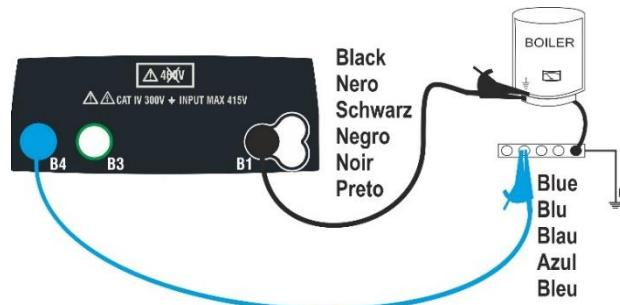
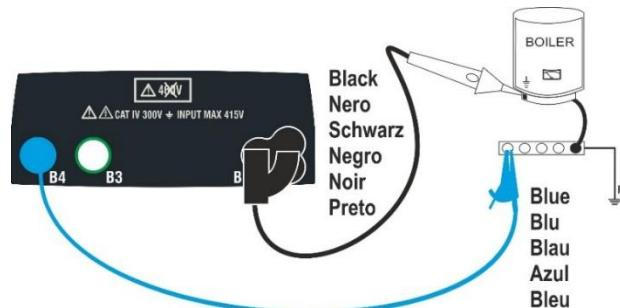

Fig. 8: Kontinuitetstest ved hjælp af prøveledninger
Fig. 9 Kontinuitetstest ved hjælp af fjernbetjeningsprobe
6. Tilslut prøvedledningen til den leder, der skal testes som vist i Fig. 8 og Fig. 9